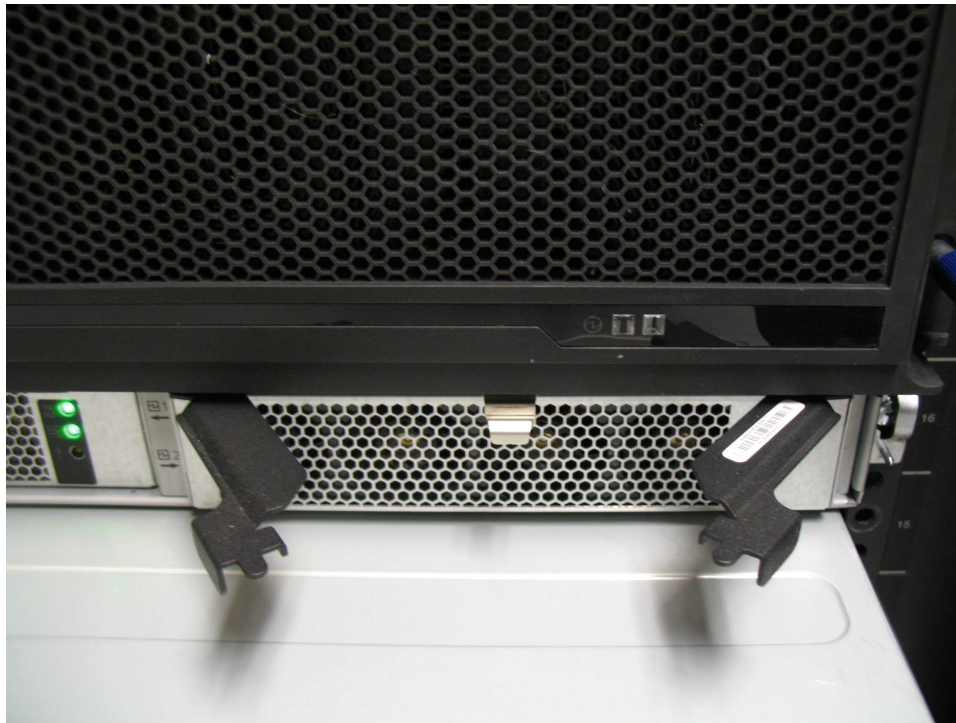

図 108. 電源機構ハンドルの解放
各 PSU はエンクロージャの下部を冷却します。エンクロージャ内の 2 番目の PSU に電源が入っていて、正しく動作していることを確認します。例えば、128 ページの図 108 では、PSU 2 が取り外されている間、PSU 1 は動作しています。
4. 図 108 に示すように、ハンドルを外側に回転させます。